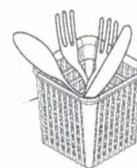

Fig.24
- 3- Le posate sistemate verticalmente nell'apposito contenitore. (Fig.24)